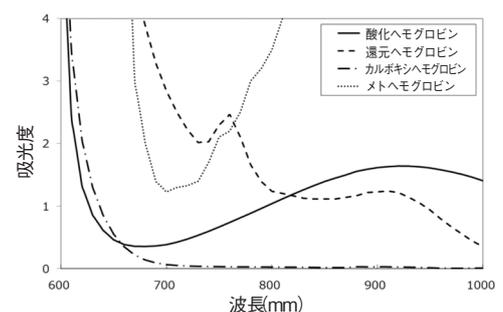

図1. 吸光特性
- ・ 酸化ヘモグロビン、還元ヘモグロビン、カルボキシヘモグロビンおよび、メトヘモグロビンは、それぞれ波長に対して吸光特性が異なります(図1. 吸光特性)。